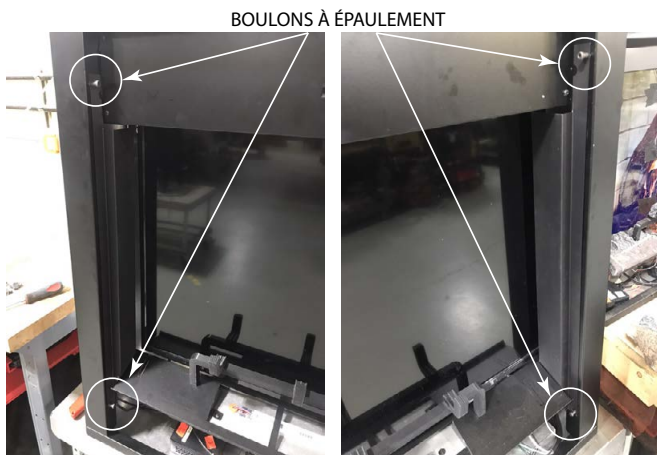

Figure 4.14 Installation des panneaux latéraux
Retirez les (2) panneaux latéraux de la boîte à composants. La partie angulaire du panneau latéral doit être orientée vers le bas de l'appareil. Repérez les quatre (4) boulons à épaulement et fixez les deux (2) panneaux latéraux à l'aide de deux (2) boulons à épaulement par côté. Voir la figure 4.14.